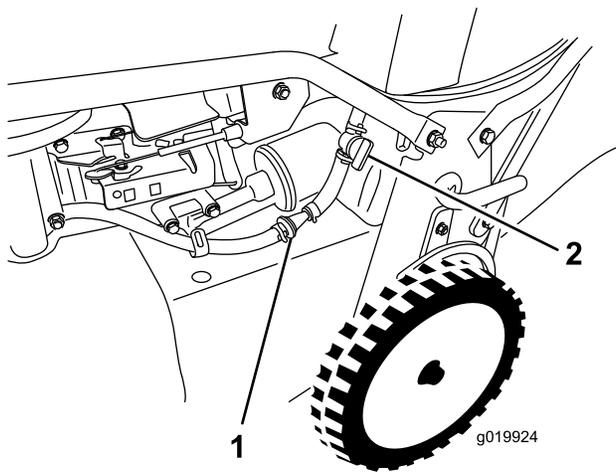

Figure 27
3. Fermez le robinet d'arrivée de carburant (Figure 27).
4. Déposez le filtre à carburant (Figure 27) de la conduite de carburant en desserrant les colliers autour du filtre.